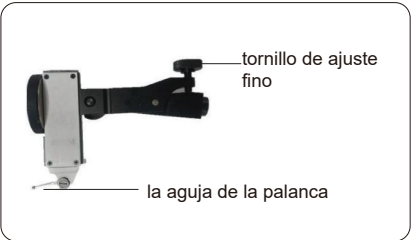

fig.1
- Precaución: Para evitar errores de medición causados por la elasticidad del ajuste fino, la aguja de la palanca y el tornillo de ajuste fino deben estar situados en lados opuestos (fig. 1).